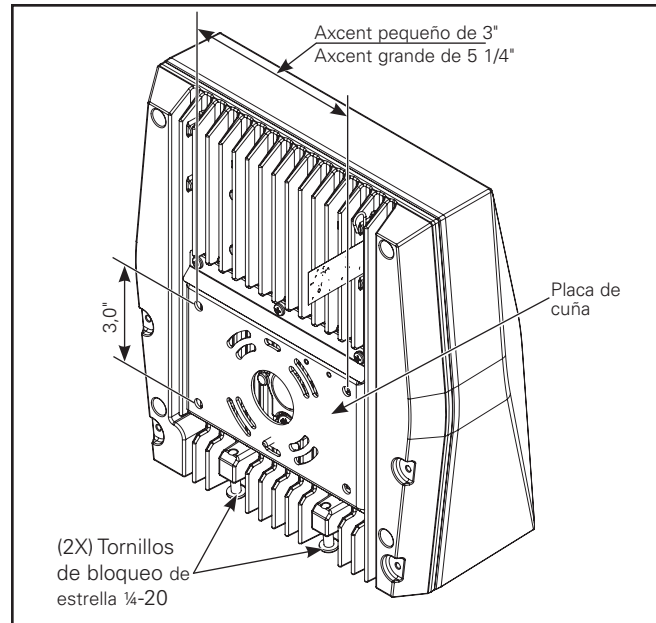

Figura 1.
1. Retire la placa de cuña aflojando los (2) tornillos de cabeza estrella de 1/4-20 en la luminaria. (Figura 1.)
- La luminaria viene con una placa de cuña preinstalada de montaje en la pared. Retire la placa de cuña de montaje en la pared y deséchela. (Figura 1.)
1. La luminaria viene con una placa de cuña preinstalada de montaje en la pared. Retire la placa de cuña de montaje en la pared y deséchela. (Figura 1.)
1. La luminaria viene con una placa de cuña de montaje en pared preinstalada. Quite la placa de cuña de montaje en pared y deséchela. (Figura 1.)
1. El accesorio viene con una placa de montaje en pared preinstalada. Retire la placa de cuña de montaje en la pared y deséchela. (Figura 1.)